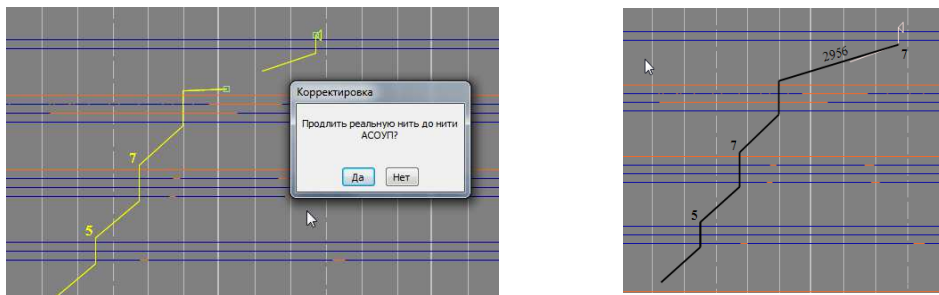

Рис.108. Продление нити до засечки АСОУП
- В появившемся окне подтвердить продление нити до события АСОУП или отказаться от продления (см. рис.108).